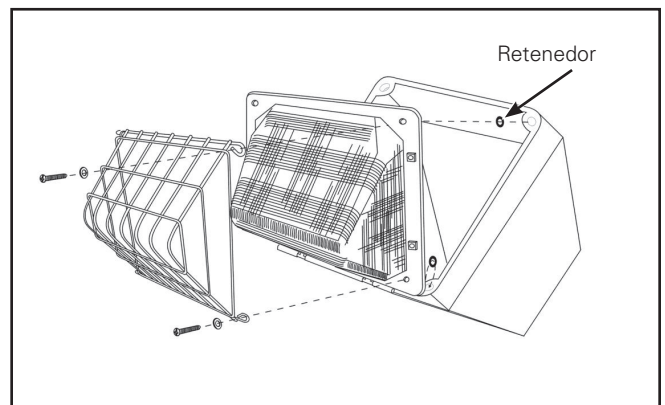

Figura 3.
2. Instale el protector de cables, use los 4 tornillos nuevos "más largos" incluidos (reemplace los 4 tornillos originales) y gire el reverso del retenedor, según la (Figura 3.)